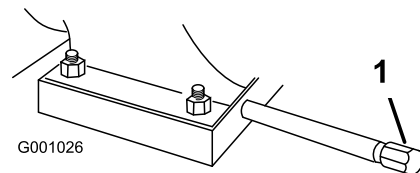

Bild 40
2. Reinigen Sie den Bereich um die Ölablassschraube (Bild 40).